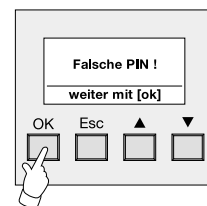
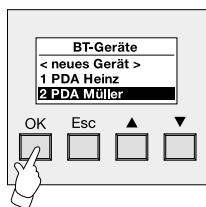

Bild 4:
Bild 5:
Bei korrekter Eingabe der letzten Ziffer wird das Bluetooth-Gerätmenü angezeigt (vgl. Schritt 4. / Bild 5). Bei einer falschen Eingabe erscheint eine Meldung (vgl. Bild 4) und es erscheint bei Bestätigung mit der Taste "OK" wieder das Hauptmenü (zurück zu Schritt 2).
4. Im Menü "BT-Geräte" zeigt sich eine Liste mit den Namen aller eingelernten Bluetooth-Endgeräte. Die Liste ist leer, wenn noch kein Endgerät eingelernt ist. Durch Anwählen des Gerätes, welches gelöscht werden soll, mit den Pfeiltasten und Betätigung der Taste "OK" wird der Vorgang fortgesetzt (vgl. Bild 5). Eine Betätigung der Taste "ESC" bewirkt den Rücksprung in das Hauptmenü. Weiter mit Schritt 5.